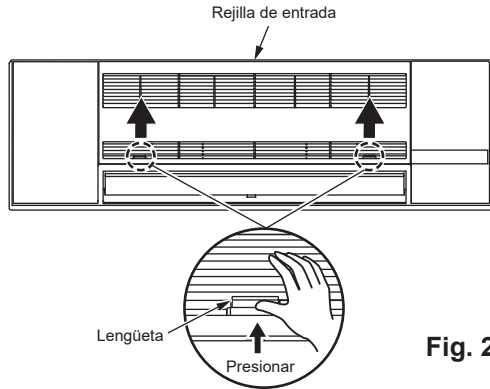

Fig. 2
1. Abra la rejilla de entrada presionando las 2 lengüetas de dicha rejilla en la dirección indicada por las flechas. (Fig. 2)